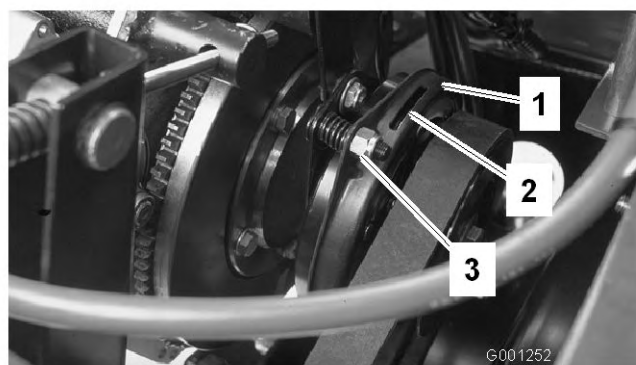

Bild 66
3. Stellen Sie den Abstand so ein, dass eine 0,381 mm Fühlerlehre mit leichtem Druck zwischen die Kupplungsauskleidung und die Bremscheibe passt (Bild 66). Sie können den Abstand verringern, indem Sie die Einstellmutter nach rechts drehen (Bild 66). Der maximale Betriebsabstand beträgt 0,762 mm. Stellen Sie alle drei Abstände ein.